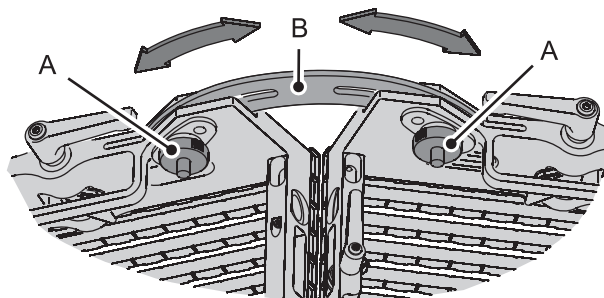

Figure 16: Verrouillage des panneaux en mur courbe
4. Voir Figure 16. Installez les vis **A** fournies avec le kit en haut et en bas de chaque panneau. Utilisez les écrous fournis pour les maintenir en place afin qu'elles ne tombent pas si elles sont trop desserrées.